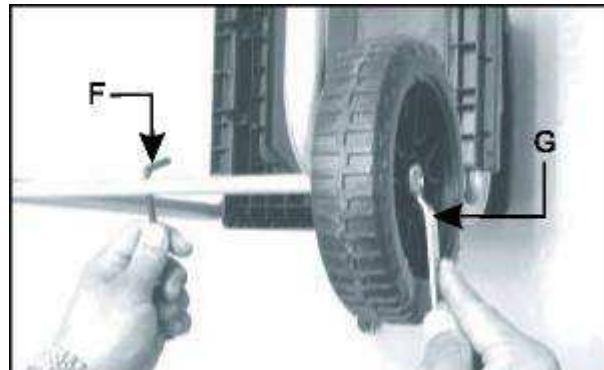

Abb. 1D
5. Ziehen Sie mit dem mitgelieferten Sechskantschlüssel (F) die Radachse fest und halten Sie gleichzeitig die Mutter mit dem Schlüssel (G) fest. (Abb. 1D)